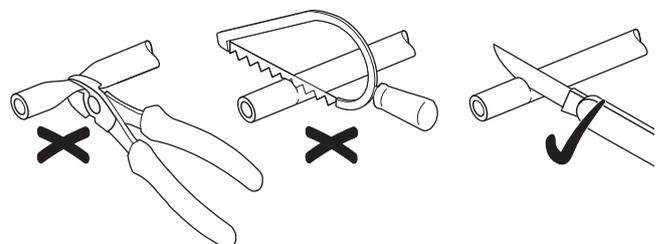

Fig. 46
- En raccourcissant la conduite de carburant, utiliser un couteau tranchant tout en évitant un écrasement du tuyau (Fig. 46).